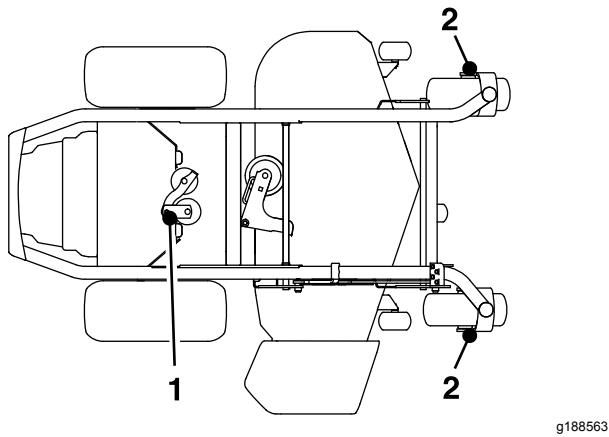

Figura 41
3. Engrase el pivote de la polea tensora de la bomba con una o dos aplicaciones de grasa (Figura 41).
4. Engrase los ejes de las ruedas giratorias delanteras (Figura 41).